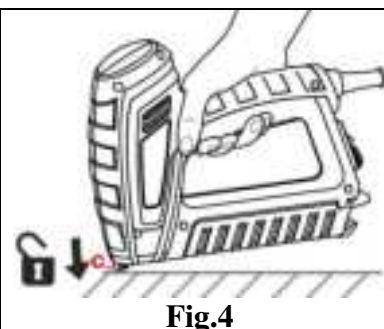

Fig.4
- En position enfoncée (Fig.4) sur la pièce à travailler : le cran est déverrouillé et permet le déclenchement.
5. Placer la tête de l'outil sur la pièce à travailler, appuyer pour déverrouiller le cran de sécurité, puis appuyer sur la gâchette (3) et relâcher.